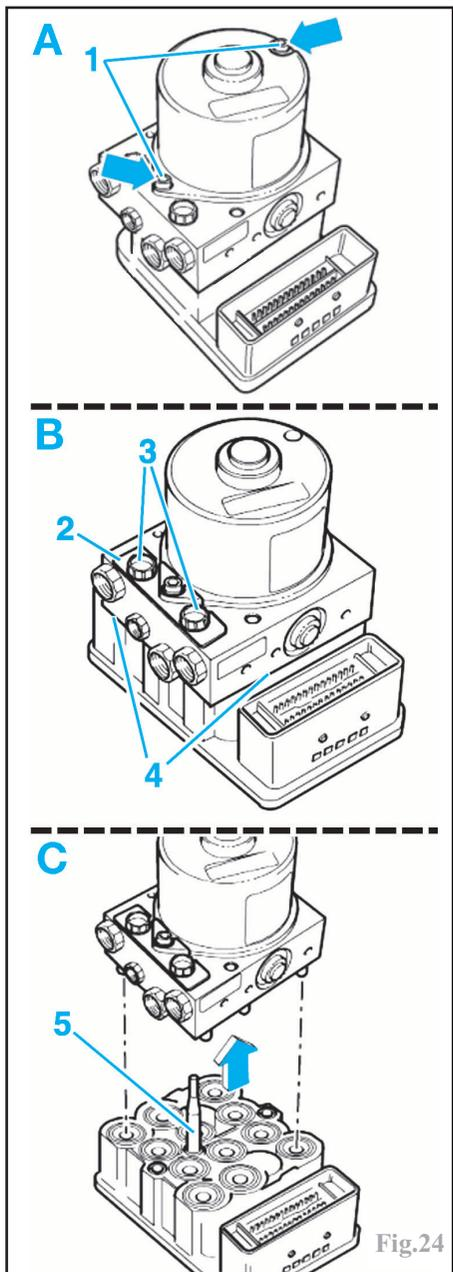

Fig.24
Déposer les vis de fixation de la pompe hydraulique (1), à l'aide d'une douille Torx E5 (Fig.24).